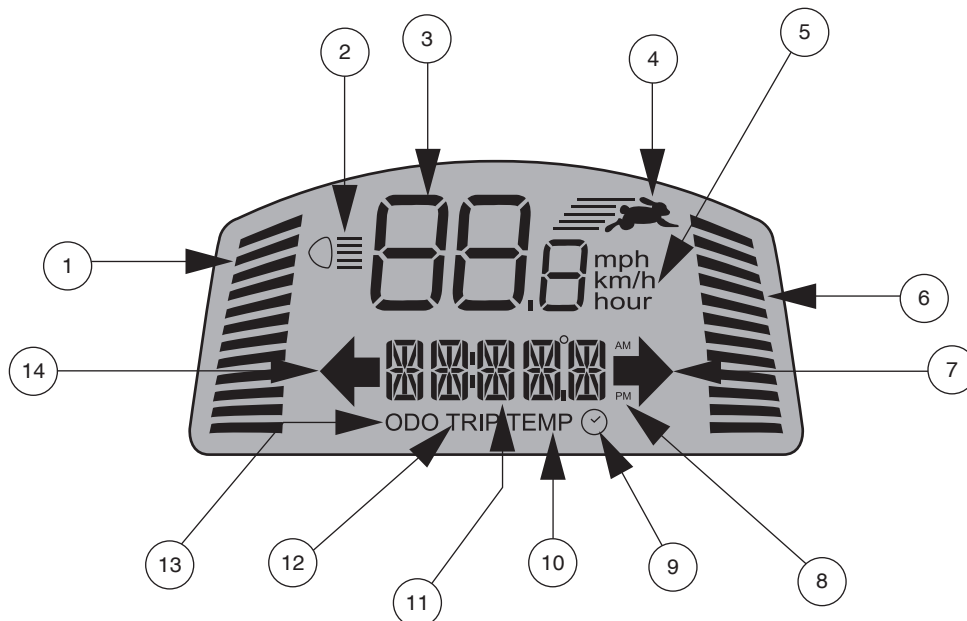

Figura 5. Pantalla LCD: consola estilo B
*NOTA: Cuantas más barras aparezcan en el indicador de velocidad máxima, más rápida será su velocidad máxima preseleccionada. Ver la figura 5.*